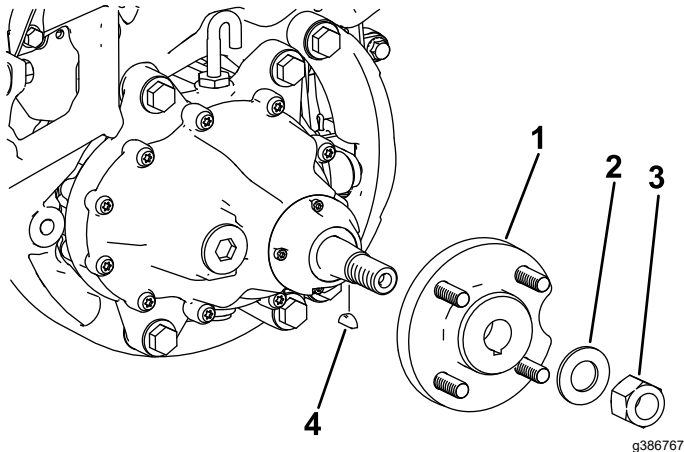

Bild 8
1. Montieren Sie die zuvor ausgebaute Radnabe mit der entsprechenden Sicherungsmutter und Unterlegscheibe (Bild 8).
3. Montieren Sie den Federkeil (Bild 8).